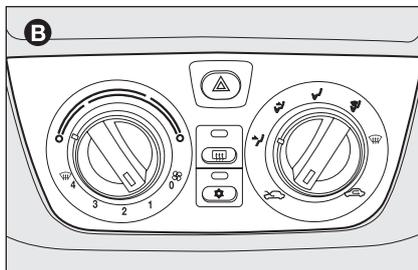

fig. 5
- avec climatiseur manuel **B-fig. 5** ;